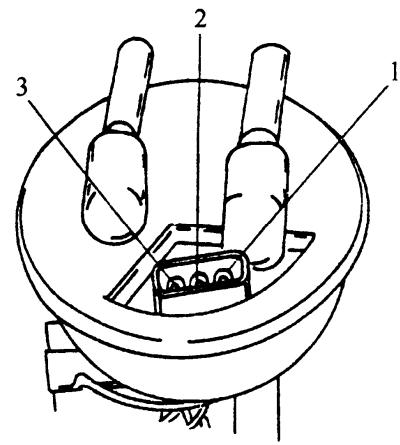

图 9-57 燃油表传感器插头
- (1) 检查油箱内是否有汽油。
- (2) 接通点火开关, 观察水温表是否工作。如果水温表工作, 则说明组合仪表上的稳压器工作正常。
- (3) 拔下燃油表传感器插头, 如图 9-57 所示, 用万用表测量紫 / 黑色线是否有电, 再检查棕色线与车身搭铁情况。如果紫 / 黑色线有电、棕色线正常, 则说明燃油表传感器有故障, 应更换。